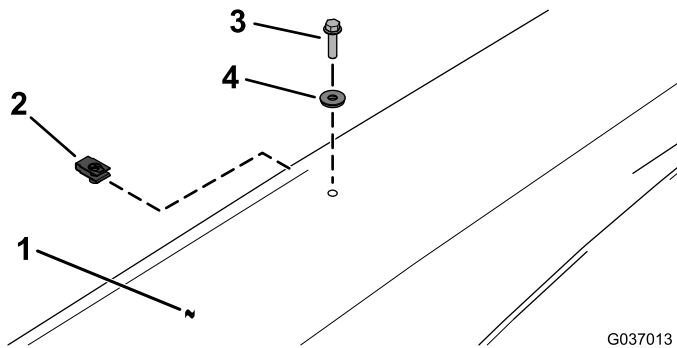

Bild 14
15. Befestigen Sie das Sonnendach mit zwei Clips, zwei Dichtungsscheiben und zwei Bundbolzen ($\frac{1}{4}'' \times 1''$) an den Dachstützhalterungen, wie in **Bild 14** dargestellt.